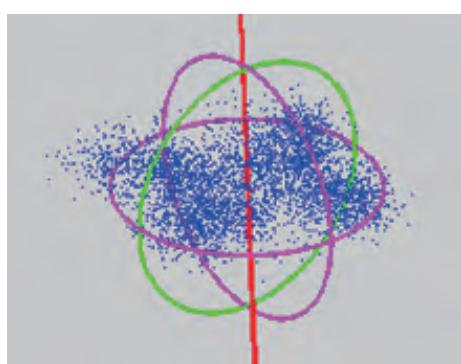

图 5.
- 斯托克斯空间中的信号分析用于验证发动机输出的偏振特性。图 5 所示的是斯托克斯空间中的 DP-QPSK 信号分布示例。